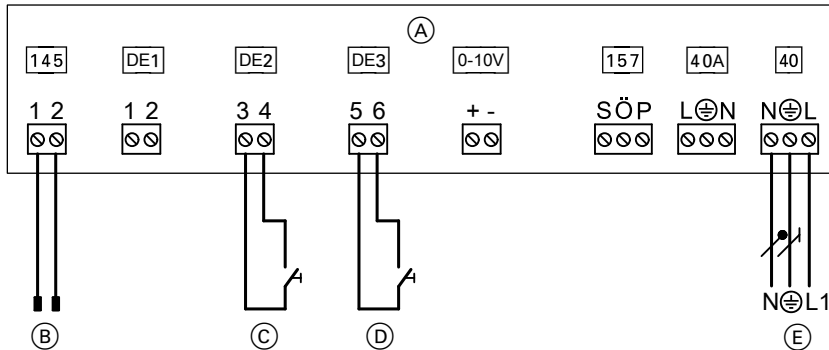

Abb. 55
- An Erweiterung EA1 gemäß Abb. 55